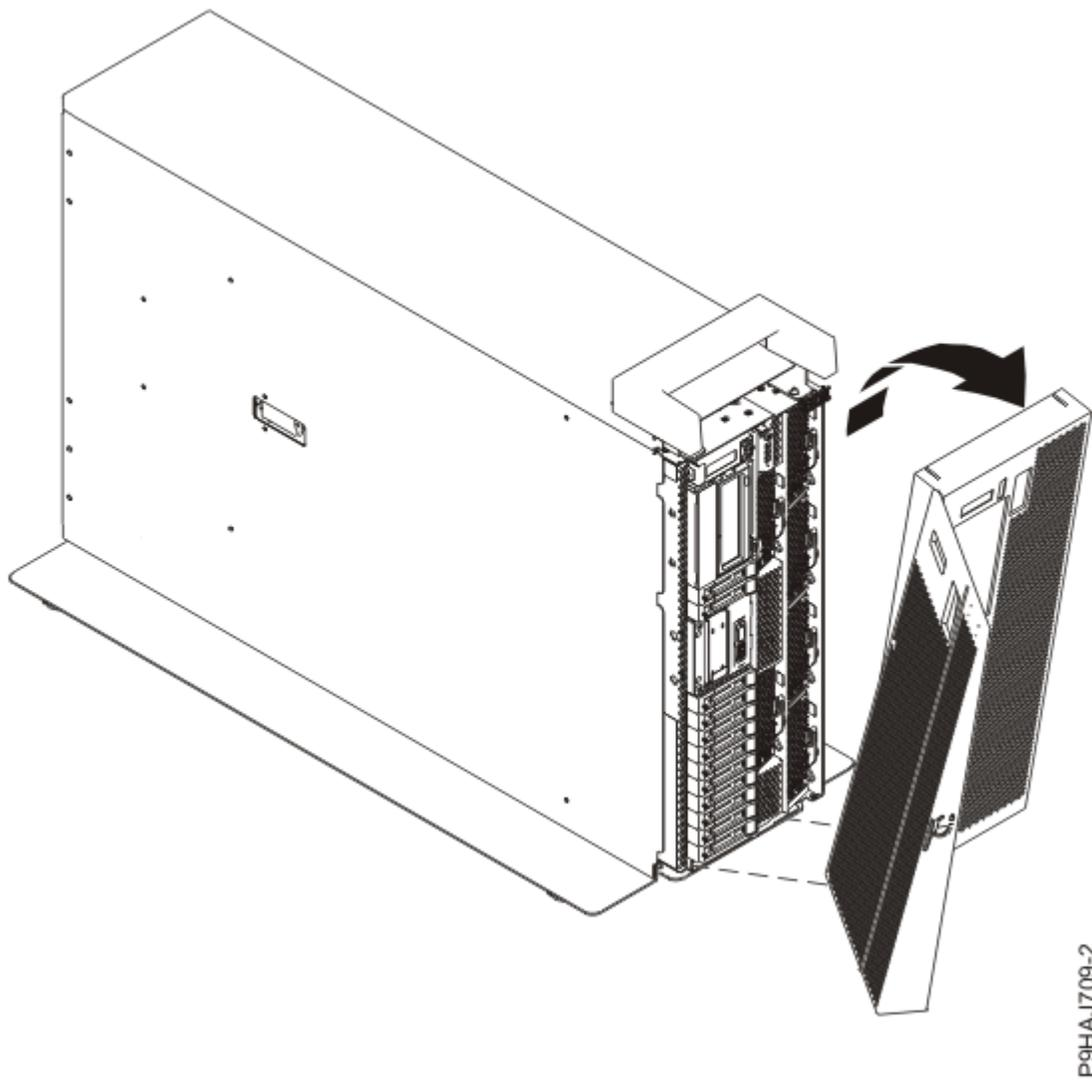

Figura 55. Remover a tampa anterior
- d) Retire a tampa do sistema conforme apresentado na Figura 55 na página 60.